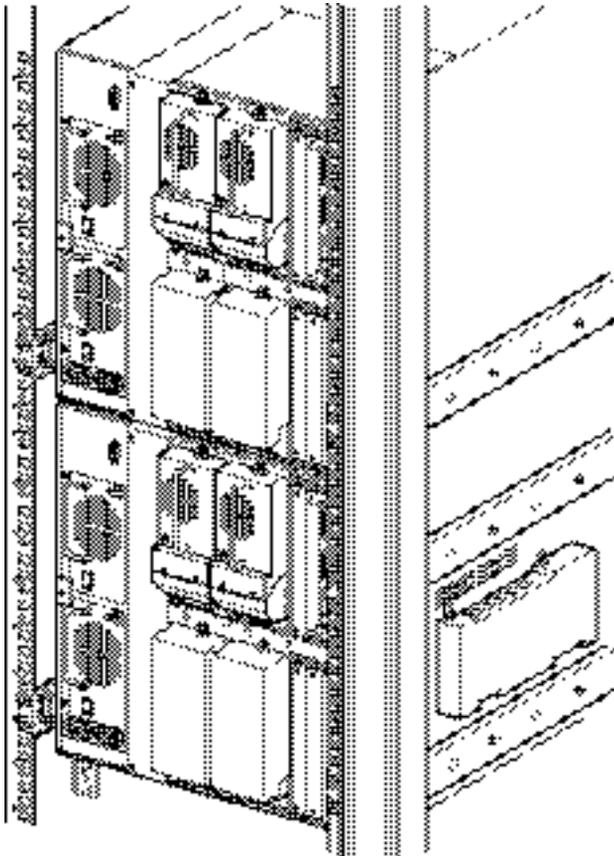

Figura 2-7. Installazione della libreria (MSL5052)
1. Installare due librerie MSL5052, come mostrato nella Figura 2-7, seguendo le istruzioni in *Panoramica sulla libreria Compaq StorageWorks MSL5052 e installazione del kit di conversione di Compaq Storage Works MSL5000*.